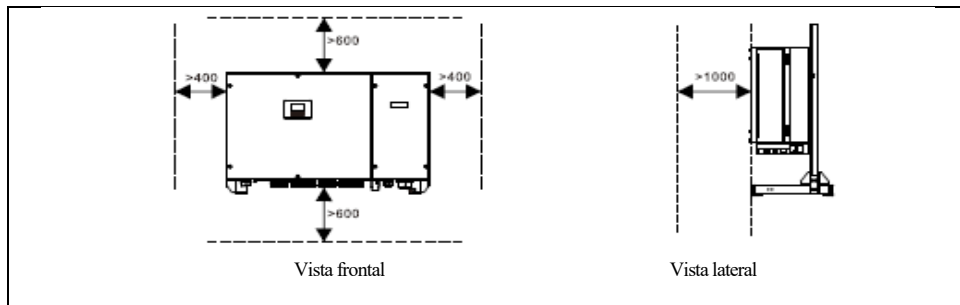

Imagen 4.4 Requisitos físicos de instalación (unidad: mm)
- b. Deje suficiente espacio libre alrededor del inversor para garantizar su maniobrabilidad durante la instalación y mejorar la disipación del calor, como se muestra en la imagen 4.4.